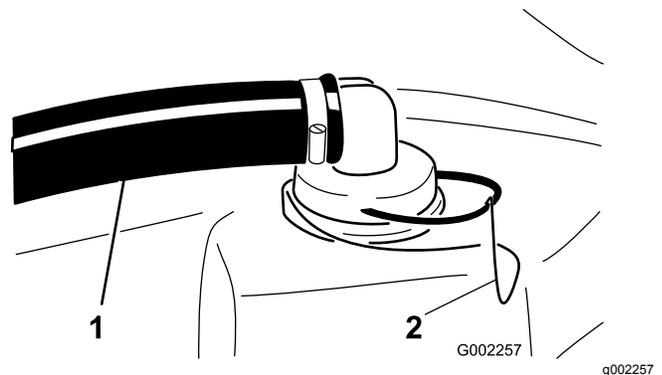

Figura 24
2. Na parte superior do depósito do pulverizador, retire fixação a que fixa o encaixe da mangueira unido à tubagem grande e à estrutura do filtro de rede (Figura 24).
3. Retire a tubagem e a união da tubagem da estrutura do filtro de rede (Figura 24).